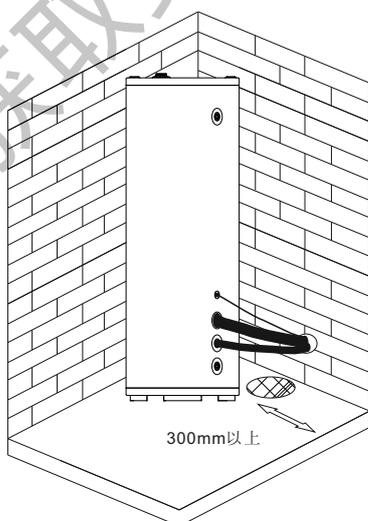

图10 室内水箱安装
- 4) 本热水器应安装在下水道口及用水的地方，如图10所示，热水器安装区域应能保证热水器或管路接头漏水时不会对相邻区域物品或建筑物的下层造成损坏。